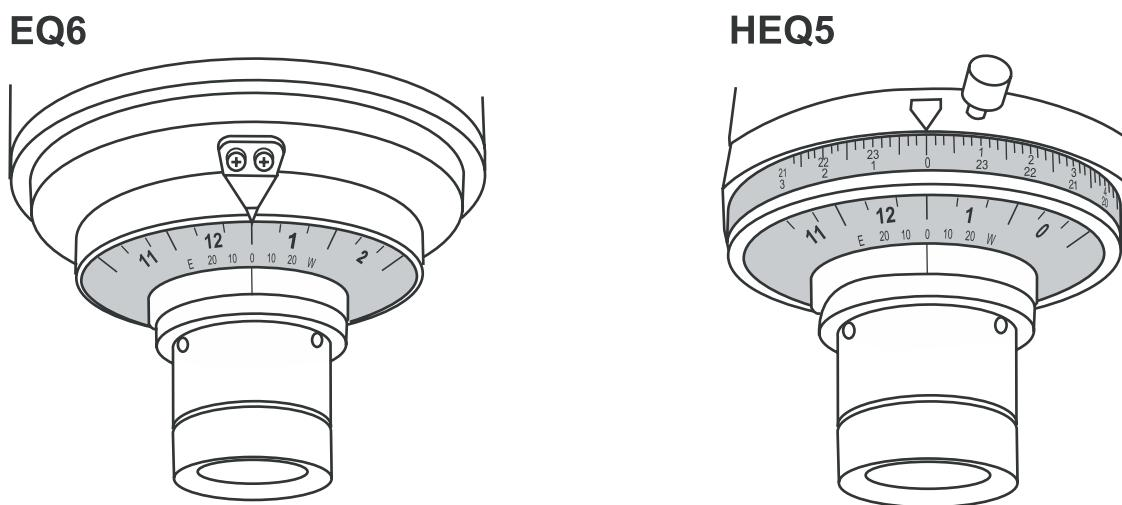

Рис. h-4
- Поверните ось прямого восхождения так, чтобы указатель шкалы «Долгота» (рис. h-4) совпал с указателем шкалы «Дата». Затяните ось прямого восхождения.